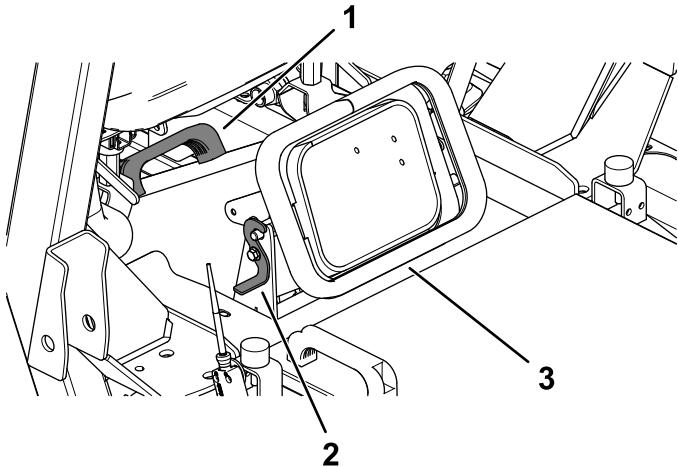

Figura 27
6. Sbloccate la guida di scarico (Figura 27).
- Utilizzando la maniglia sulla guida di scarico, rimuovete la guida e pulitela insieme all'apertura del piatto di taglio (Figura 27).
- Montate la guida di scarico e fissatela con i fermi (Figura 27).